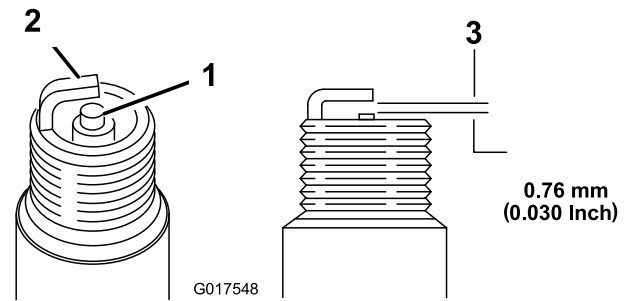

Figure 22
5. Réglez l'écartement des électrodes à 0,76 mm, comme montré à la Figure 22.